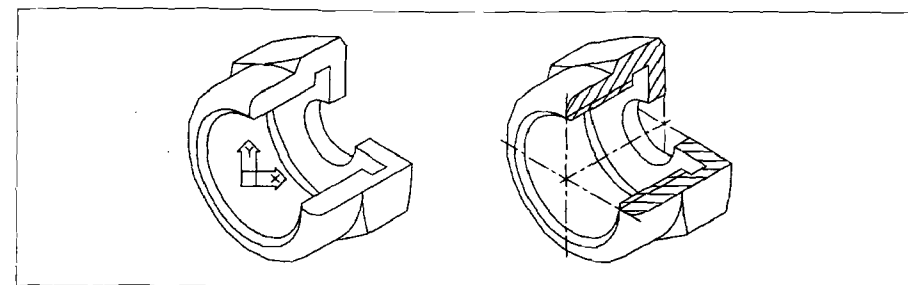

Рис.25
2. Заморозить слои Контурные и PH-*, изменить цвет слоя PV-* на Синий и сделать текущим слой Тонкие (рис.25).